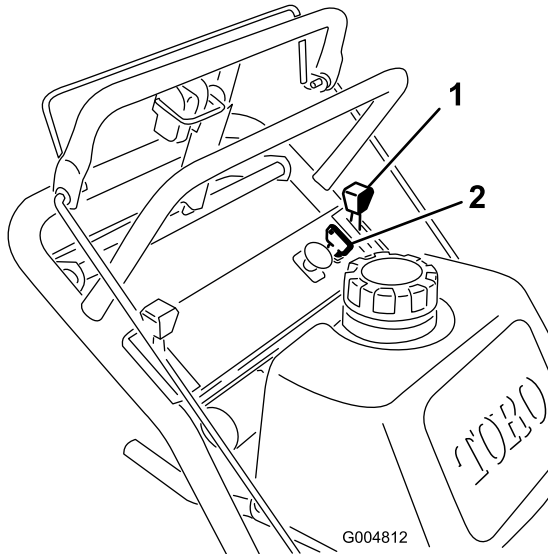

Figure 16
1. Placez la manette d'accélérateur en position de **bas régime** (Figure 16).
3. Tournez la clé de contact à la position **contact coupé** (Figure 16).